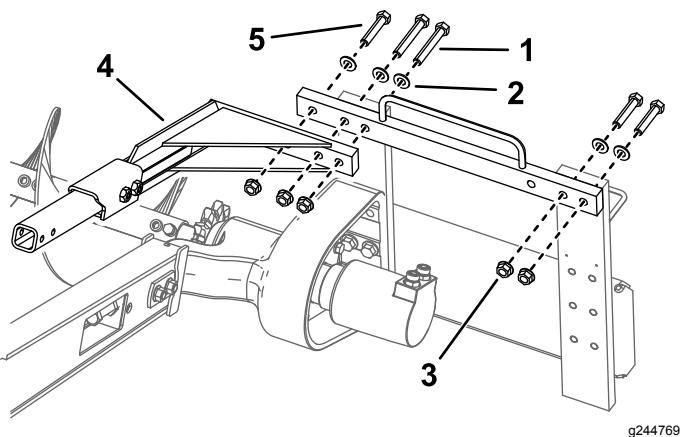

Figure 9
- Boulon (6)
- Retirez les 2 boulons (5/8" x 3"), les 2 rondelles et les 2 écrous qui fixent le côté droit du bâti supérieur et placez-les dans les trous correspondants sur la gauche (Figure 9).
- Montez la barre de sécurité par dessus la chaîne de la trancheuse à l'aide des 3 boulons, rondelles et écrous à embase retirés précédemment (Figure 9).